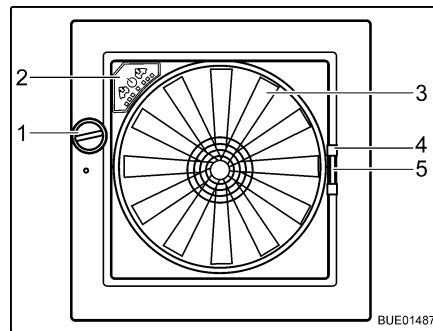

Bild 35 Dachhaube Omni-Vent
**Öffnen:** ■ Drehknopf (Bild 35,1) drehen, bis der gewünschte Öffnungswinkel erreicht ist.
**Schließen:** ■ Drehknopf (Bild 35,1) drehen, bis Dachhaube vollständig geschlossen ist.
**Schließen:** ■ Insektenschutz am Griff (Bild 35,4) zur gegenüberliegenden Rahmen-seite ziehen.
**Schließen:** ■ Griff (Bild 35,5) der Verdunklung zusammendrücken.
**Ventilator** Wenn die Dachhaube geöffnet ist, kann der Innenraum mit dem 6-stufigen Ventilator (Bild 35,3) belüftet und entlüftet werden. Der Ventilator wird am Bedienfeld (Bild 35,2) bedient.